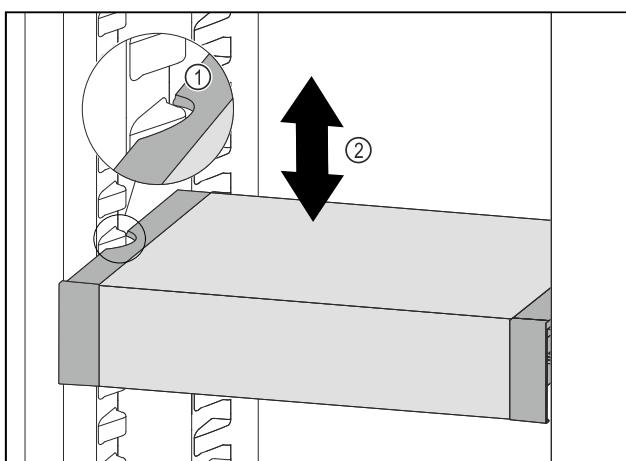

Fig. 87
- Predal VarioSafe povlecite v smeri naprej, dokler nista stranska izreza predala VarioSafe na višini nastavka za posodo v hladilniku. Fig. 87 (1)
- Predal VarioSafe premikajte v hladilniku gor ali dol, dokler ne dosežete želeno višino. Fig. 87 (2)